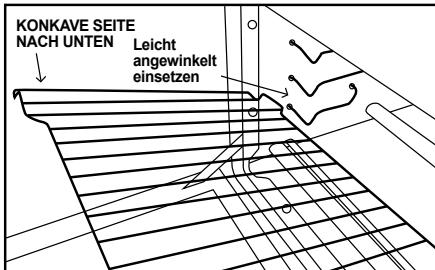

Abb. 1
1. Setzen Sie die Roste leicht angewinkelt (Abb. 1) ein.